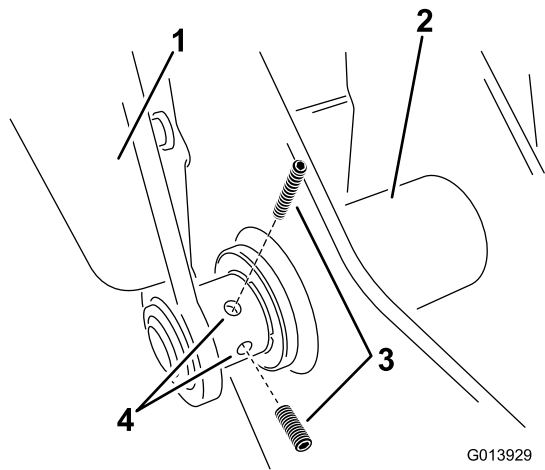

Figura 12
- I. Instale un tornillo de fijación en el brazo izquierdo en el punto de giro inferior (Figura 12). No lo apriete todavía para permitir el ajuste del sistema de sujeción.